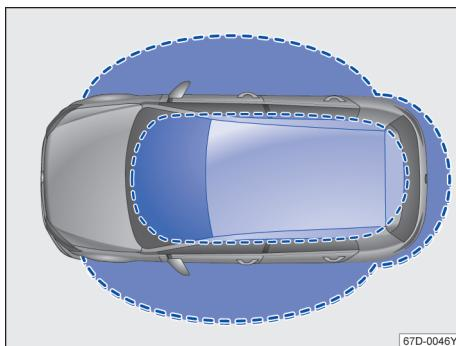
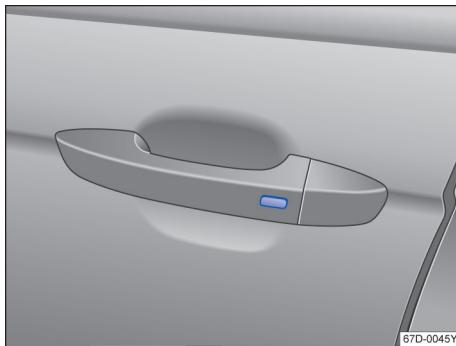

图 46 无钥匙进入闭锁/启动系统：工作范围
图 47 无钥匙系统 Kessy：车门拉手上的按钮
Kessy 是一种无钥匙系统，它可以实现在不操作遥控钥匙的情况下解锁或锁止汽车。操作者只需随身携带一把有效遥控钥匙，并处于车门或行李厢盖的有效感应区域内→图 46，同时按压车门拉手上的按钮→图 47 或按压行李厢盖上的按钮即可实现。
如果有一把有效遥控钥匙在有效感应区域内→图 46，则无钥匙系统 Kessy 会将访问权限授予该钥匙。紧接着可以在不主动操作遥控钥匙的情况下执行以下功能：
- 按压驾驶员或副驾驶员车门拉手上的按钮→图 47 一次。
- 按压车门拉手上的按钮→图 47 一次，汽车锁止。
如果在行李厢盖的有效感应区域→图 46 有一把有效的遥控钥匙，行李厢盖在通过把手按钮打开时会自动解锁。